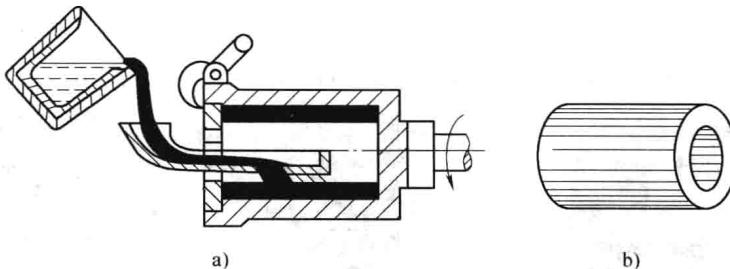

图 1-11 气缸套离心铸造工艺示意图
(3) 离心铸造成形 气缸套等回转型铸件常采用离心铸造成形，如图 1-11 所示。